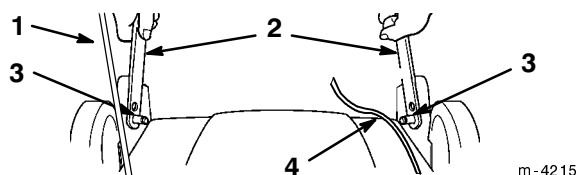

Figure 2
2. Posez la partie supérieure du mancheron sur le sol derrière la tondeuse, en prenant soin de tourner l'étiquette vers le haut et en plaçant les câbles de commande entre les supports de montage du mancheron (Fig. 2).
1. Rapprochez les deux côtés de la partie inférieure du mancheron l'un de l'autre, pour pouvoir enfiler les goupilles des supports dans les trous du mancheron, puis relâchez les côté (Fig. 2).